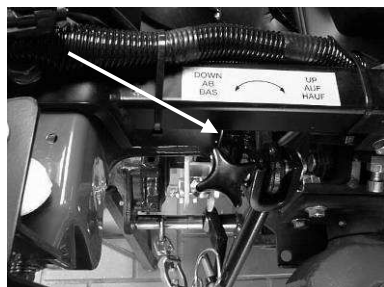

Bild 67: Einstellstange
2. Drehen Sie am Knauf der Einstellstange in die gewünschte Richtung (siehe Bild 67, bzw. Aufkleber am Traktor).